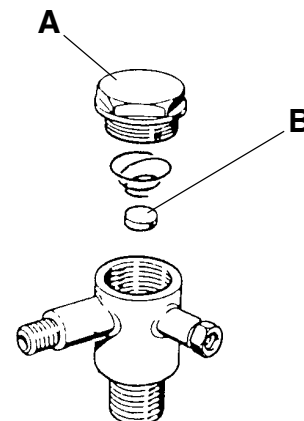

Fig. 8-1
| | | Unscrew the hexagonal head (A) of the valve. Clean its housing. Clean or replace the rubber disk (B). Reassemble meticulously (fig. 8-1). |
| | Rückhalteventil da verstopft oder abgenutzt auf der Rückhaltescheibe, lässt nicht die Luft zurück in den Tank. | Lösen des sechseckigen Kopfes A des Ventiles, reinigen des Sitzes. Reinigen oder Auswechseln der Gummischeibe B. Genaues Montieren (Bild 8-1) |